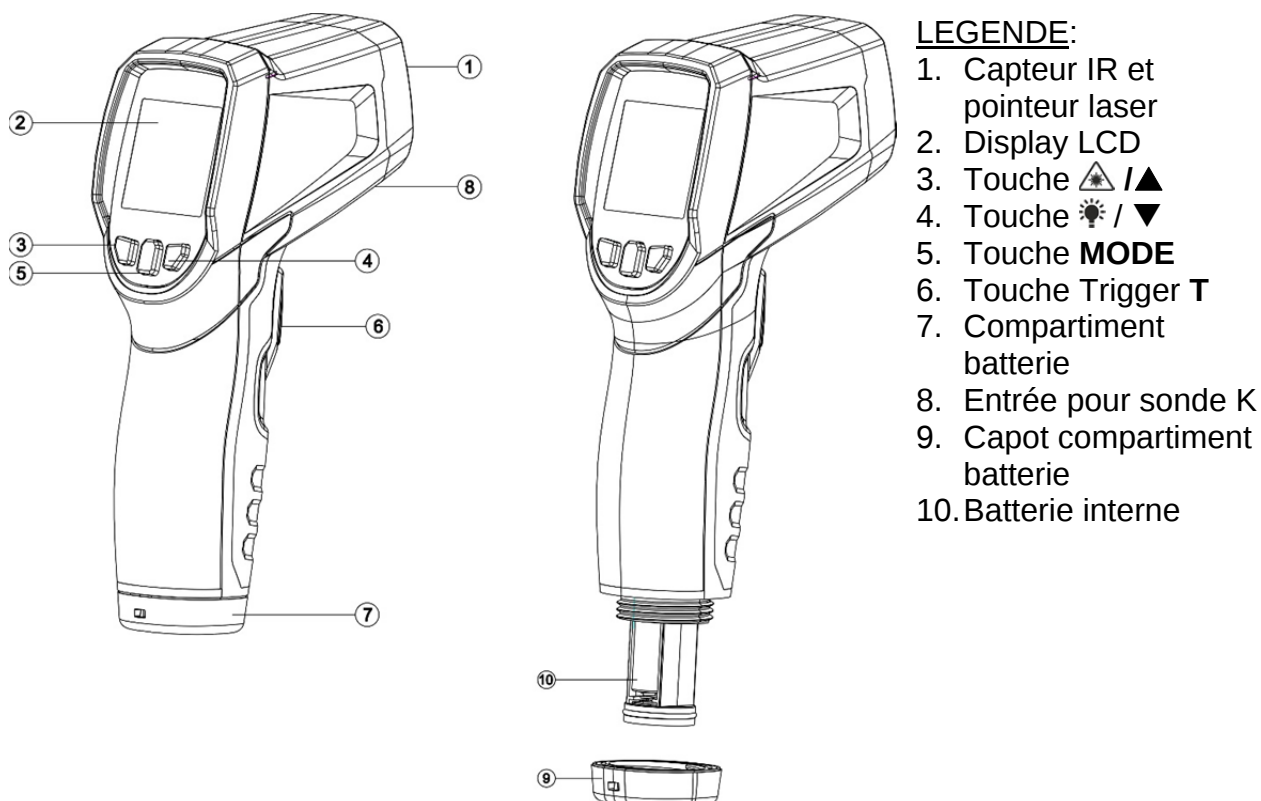
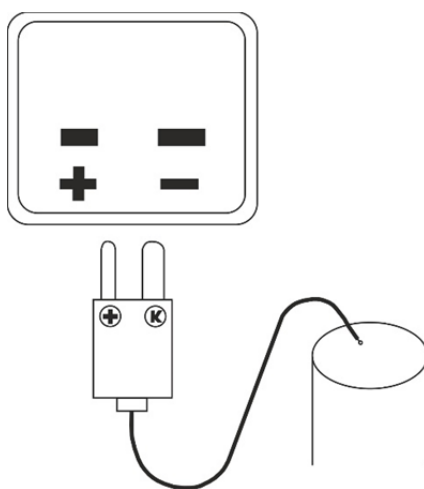

Fig. 1: Description de l'instrument
Fig. 5: Insertion sonde type K sur l'instrument
La touche Trigger **T** (voir Fig. 1 – partie 6) permet:
La pression de la touche **MODE** permet la sélection de l'affichage de la valeur maximale (symbole "MAX"), minimum (symbole "MIN"), moyen (symbole "AVG") et différence entre Max et Min (symbole "DIF") dans l'affichage secondaire (voir Fig. 1. - partie 7) dans la mesure de température infrarouge lorsque le bouton T de déclenchement est enfoncé. La pression longue (> 2s) de la touche **MODE** permet d'entrer dans la section de programmation de l'instrument. La pression cyclique du **MODE** permet le passage d'un paramètre à l'autre comme indiqué dans la figure suivante. 3. Utilisez les touches fléchées ▲ ou ▼ pour régler la valeur avec le paramètre clignotant sur l'affichage.
1. Ouvrir le couvercle de protection de la borne d'entrée (voir Fig. 1 - partie 8) et insérer la sonde de type K en respectant les polarités indiquées (voir Fig. 5)
1. Dévisser le couvercle du compartiment de la batterie (voir Fig. 1 - partie 9) et retirer la batterie (voir Fig. 1 - partie 10)